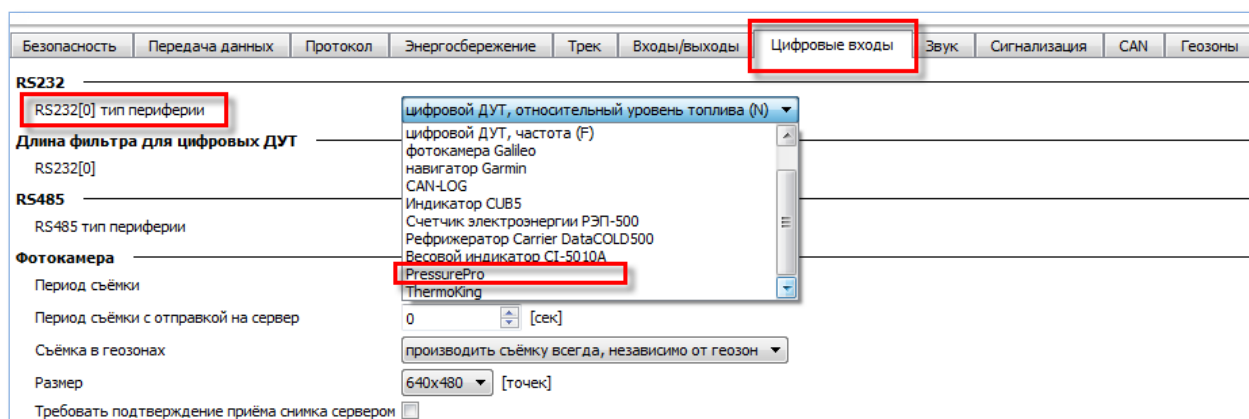

Рисунок 8. Настройка входа RS232
1. Перейдите на вкладку «Настройки» -> «Цифровые входы» и в поле RS232 выберите «Pressure Pro» (Рис. 8).